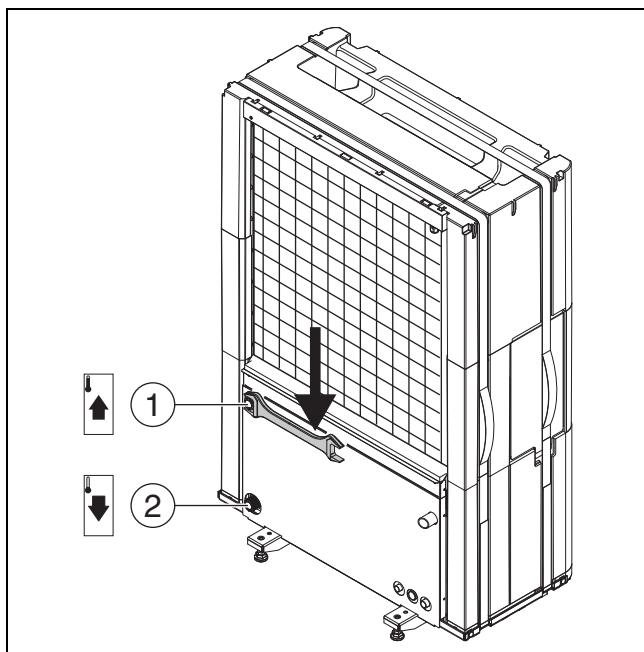

Fig. 18 Collegamento delle tubazioni del fluido termovettore, validi per tutte le dimensioni
- Collegare la mandata all'unità interna all'uscita liquido termovettore della pompa di calore (→ [1], fig. 18).
- Collegare il ritorno dall'unità interna all'ingresso liquido termovettore della pompa di calore (→ [2], fig. 18).
- Stringere gli attacchi delle tubazioni del fluido termovettore con una coppia di serraggio di 120 Nm. Esercitare la forza verso il basso (→ fig. 18) per evitare un carico meccanico laterale del condensatore. Se l'attacco non è ermetico, stringere il raccordo con una coppia di serraggio di max. 150 Nm. Se l'attacco continua a non essere ermetico, è probabile che si sia verificato un danno alla guarnizione o al tubo collegato.